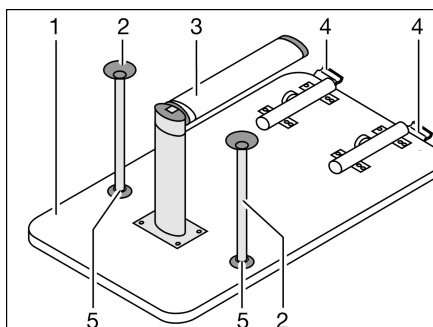

Fig. 98 Sommier de lit
- Soulever légèrement le plateau de table (Fig. 98,1) à l'avant d'env. 45°.
- Rabattre la partie inférieure du pied de table à joint (Fig. 98,3) de 90°. Suivant le modèle, tirer la partie inférieure du pied de table vers le bas ou appuyer sur le bouton de déverrouillage.
- Appuyer sur le bouton de déverrouillage (Fig. 98,4) sur le dispositif de verrouillage.
- Suivant le modèle, enfoncer les deux pieds d'appui supplémentaires (Fig. 98,2) dans les fixations (Fig. 98,5) sur le dessous du plateau de table.